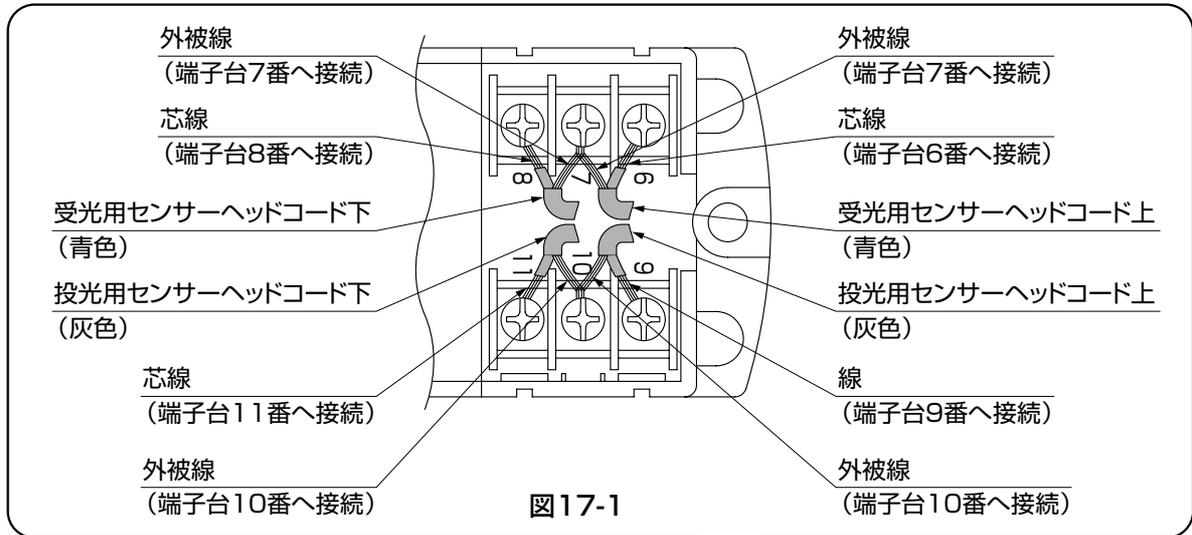
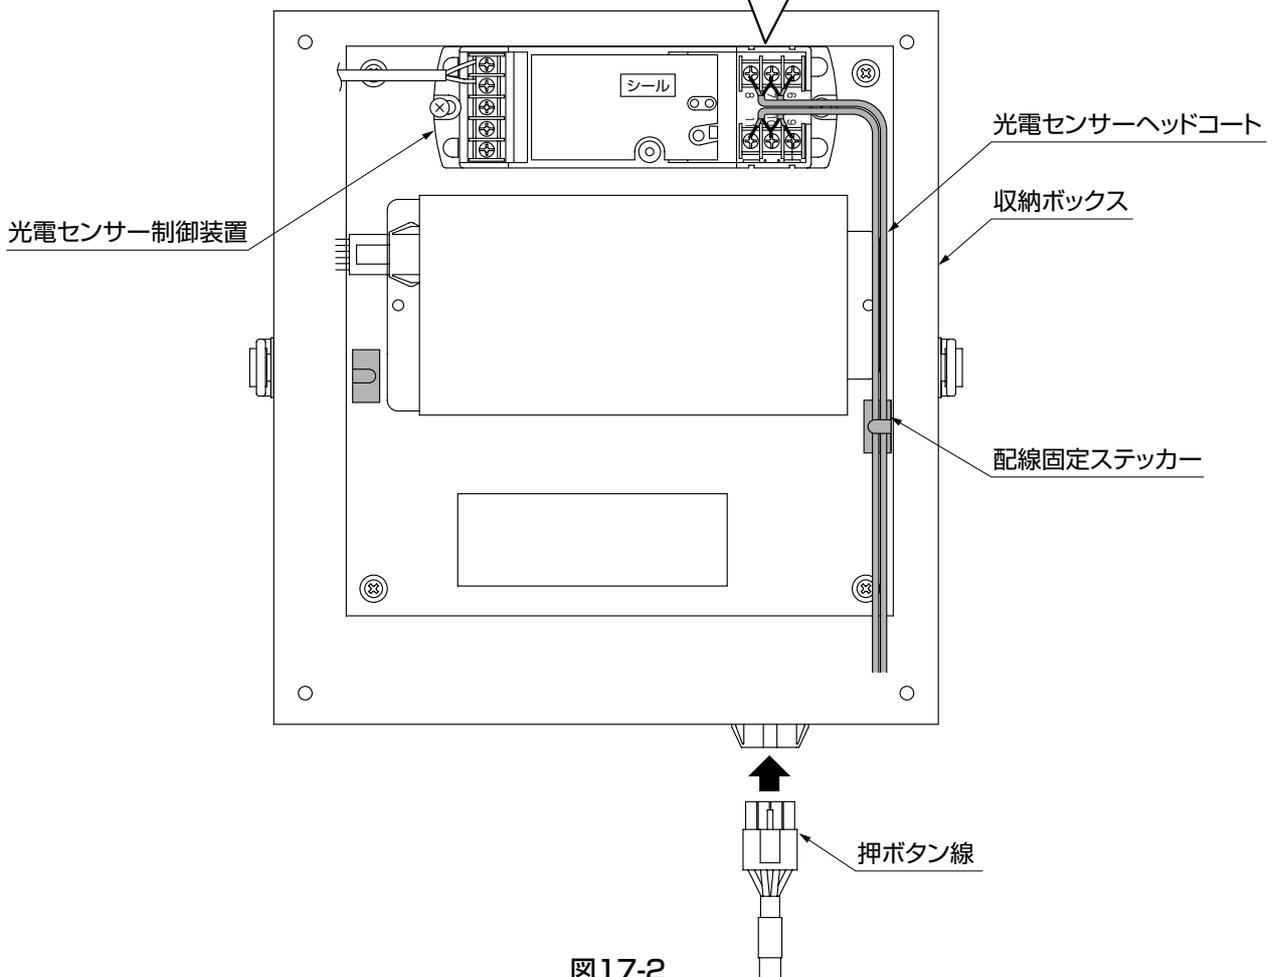

図17-1
図17-2
- ① 光電センサー制御装置のカバーを外し、光電センサーヘッドコードを端子台6番から11番に接続してください。(図17-1参照)
- ② 配線固定ステッカーでコードを固定してください。
- ③ レールステイカバーから出ている押ボタン線を収納ボックス下面に接続してください。(図17-2参照)